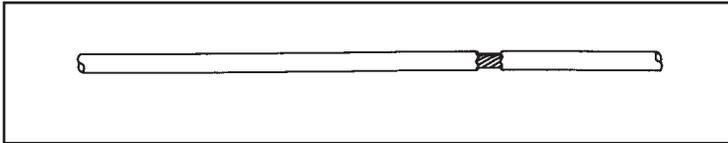

Figure 1
- Une déchirure ou une fissure dans la gaine du câble, qui expose le câble. Reportez-vous à la figure 1.